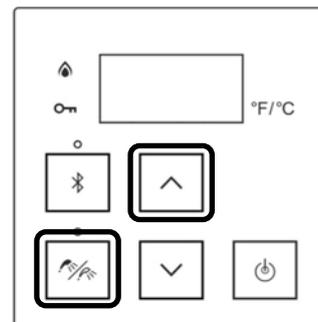

Figura 66
1. Para bloquear el controlador integrado, mantenga presionado el botón de "Prioridad" (Figura 66).
2. Mientras mantiene presionado el botón de "Prioridad", presione el botón de flecha hacia arriba (Figura 66) hasta escuchar un pitido (aproximadamente 5 segundos). Luego, suelte ambos botones al mismo tiempo.